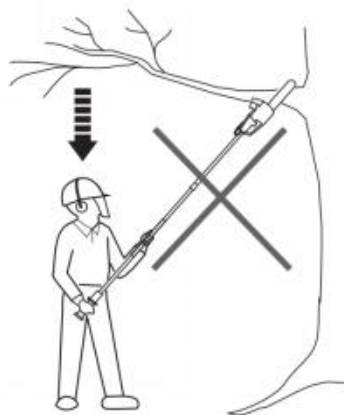

Fig. 51
4. Stå aldrig direkt under grenen du sågar. Föremål kan falla ner annorlunda än förväntat. Placera dig alltid borta från fallande haltande (Bild 51).